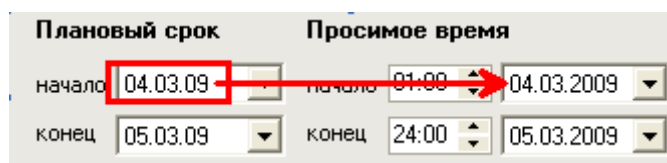

Рисунок 16.7 – Копирование значения планового срока в поля просимого времени
- **«При создании заявки копировать значения планового срока в поля просимого времени».** Если этот флаг установлен, то при заведении плановой заявки в мастере создания заявок на восьмом шаге (см. раздел «10 Создание заявок») осуществляется следующее (Рисунок 16.7):